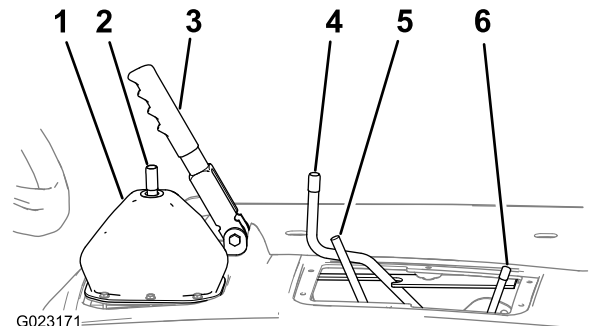

Figure 11
1. Vérifiez que le frein de stationnement est serré (Figure 11).
2. Déplacez la tige de blocage du différentiel en avant et vers la droite (Figure 11).